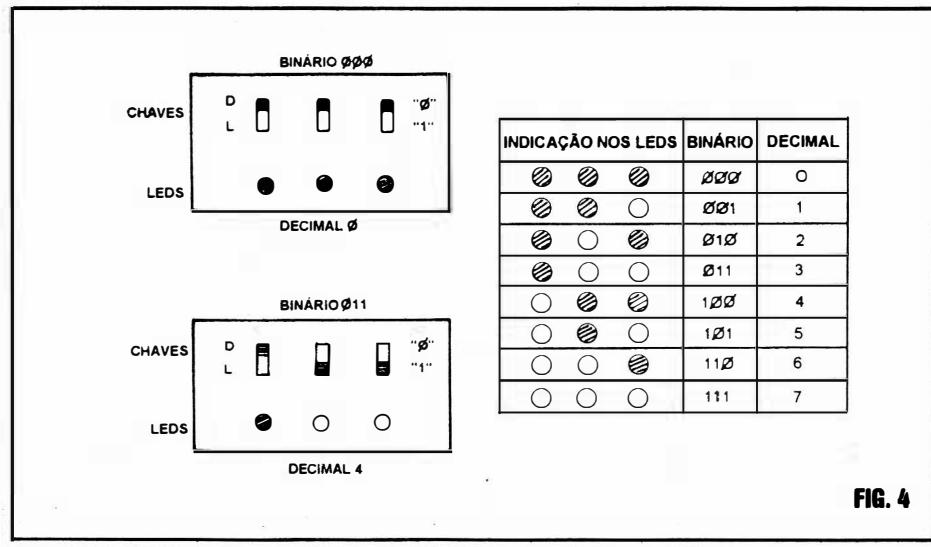

FIG. 4
- FIG. 4 - USANDO, EXPERIMENTALMENTE, O CONTADOR BINÁRIO... - Nosso contador binário é obviamente “não automático” - já que cada dígito que forma os números deve ser individualmente inserido pelo acionamento do respectivo interruptor... Nodiagrama, “imaginamos” um pequeno painel, onde se distribuem os três interruptores, logo acima dos três respectivos LEDs (que funcionam como display para o número escrito em binário...). Observem as indicações “0” e “1” junto às chaves, mostrando os valores assumidos por cada uma das suas duas posições possíveis... Verifiquem, em seguida, como qualquer número ou quantidade, de zero até sete, pode ser facilmente escrito e “mostrado” (via display de LEDs).